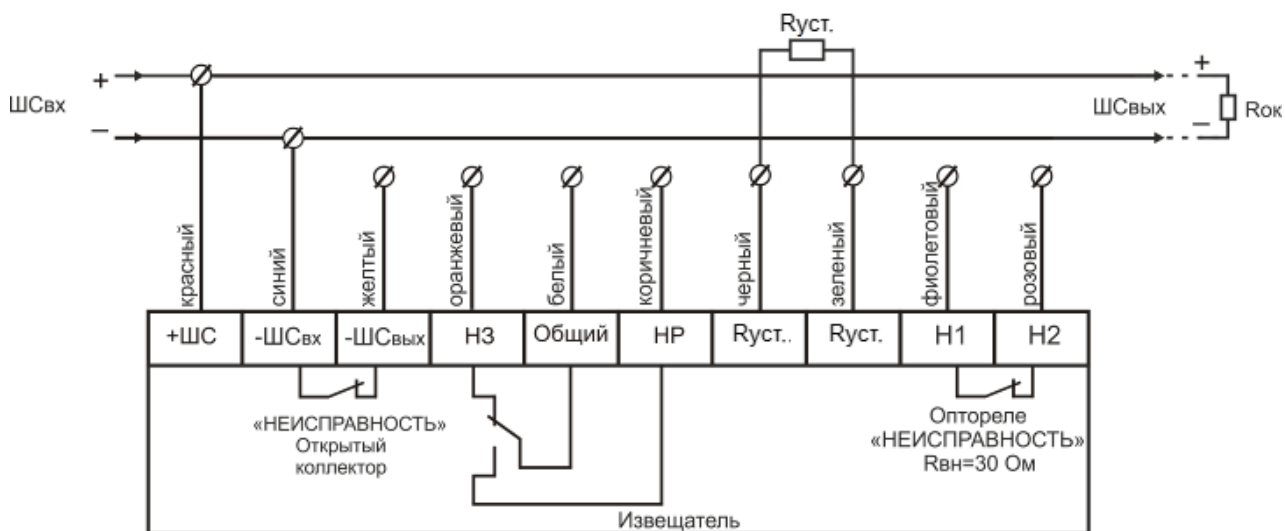

Рис. 5 – 2-х проводная схема подключения без использования режима «НЕИСПРАВНОСТЬ»
- Извещатель должен быть нацелен на объект по нисходящей под углом к горизонту, по крайней мере, 10 - 20 градусов (см. рис. 5). Такая установка предотвращает скопление влаги на оптической части извещателя.